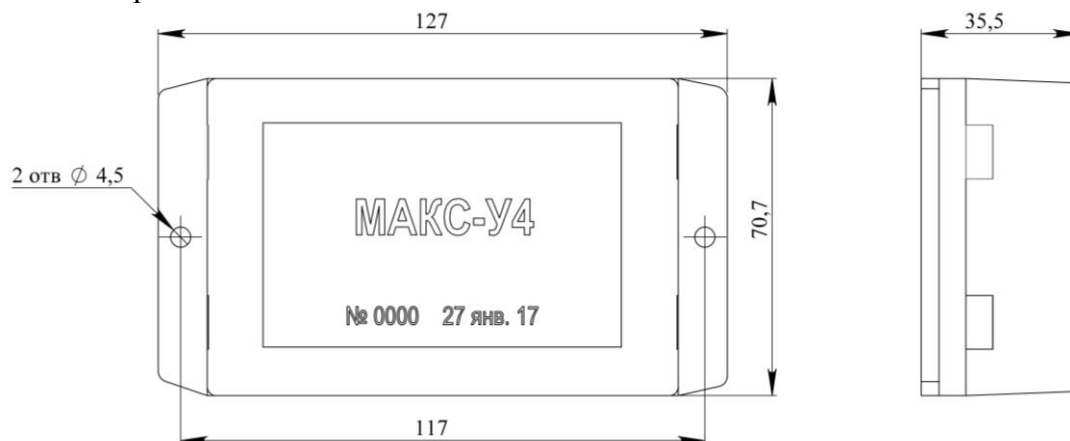
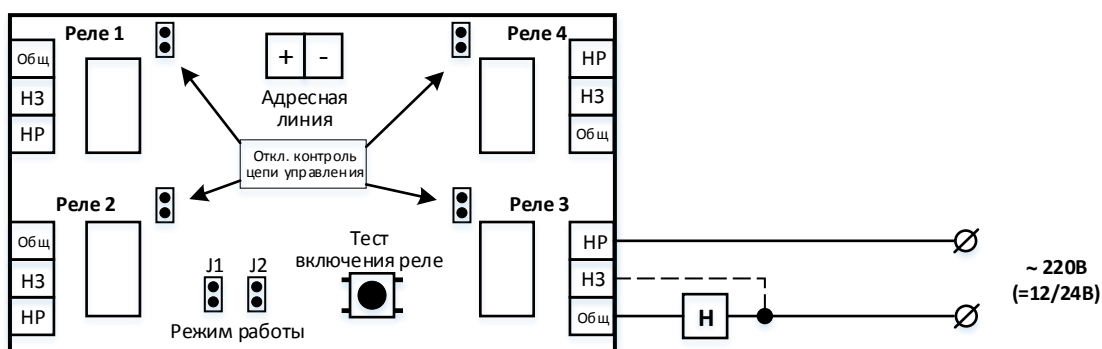

Рис.1. Габаритные и установочные размеры МАКС-У4.
Рис.2. Схема подключения нормально-выключенной нагрузки.
1.7. Установка режимов работы модуля производится с помощью 2-х джамперов "Режим работы". Таблица 1. (см рис.2).
правностей в цепях управления. (см рис.2). Модуль поставляется с установленными джамперами отключения контроля реле 1-4.
2.1.2. Габаритные и установочные размеры модуля показаны на рис.1, принципиальные схемы подключения – на рис.2 - 3.
<ol style="list-style-type: none"> <li>1. Не разрешается подключать адресные входы модуля к посторонним источникам тока.</li> <li>2. Напряжение нагрузки разрешается подавать не ранее, чем через 20сек после первого включения модуля, т.к. после транспортировки положение контактов реле может отличаться от указанного на рис.2,3.</li> </ol>
2.2.1. Адресный модуль поставляется с установленными джамперами 1, 2 "Режим работы" (см. рис.2).